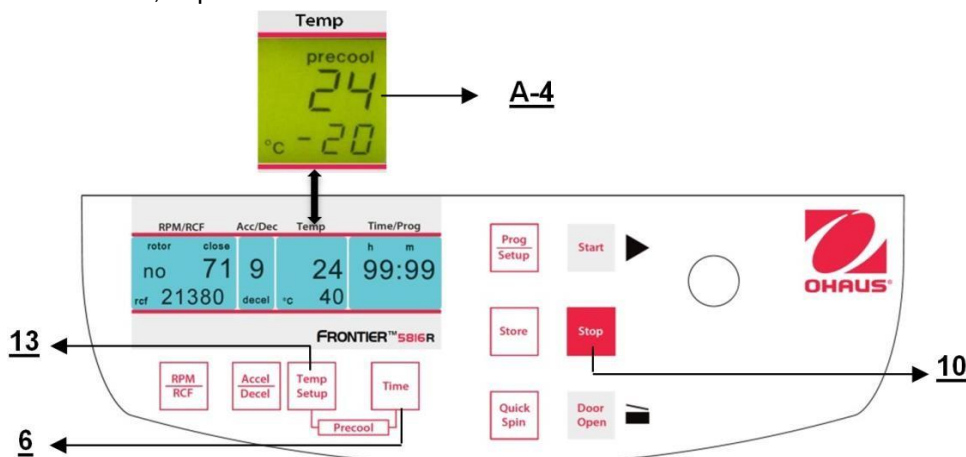

Figure. 23
Si les échantillons sont sensibles à la température, il est utile de pré-refroidir la centrifugeuse, le rotor et finalement les godets à la température requise de fonctionnement. Pour ce faire, insérer le rotor retenu et prédéfinir la température correspondante. En appuyant simultanément sur les touches "Temp/Setup" (13) (voir la figure 23) et "Time" (6), l'utilisateur démarrera une centrifugation. Pendant le fonctionnement, l'unité choisit automatiquement une vitesse de rotation équivalente à 20 % de celle autorisée du rotor inséré. Après avoir atteint la température prédéfinie, il est possible de quitter le pré-refroidissement avec la touche "Stop" (10). En fonction du rotor inséré, le pré-refroidissement dure environ de 10 à 20 minutes.
Pour adapter les données, appuyer sur la touche "**Store**" (12) (voir les figures 23 et 24) pendant 1 seconde environ. Si le programme est correctement mémorisé, le mot "**StorE**" apparaît sur l'affichage "**RPM/RCF**" (A-1). Ceci aura pour effet de faire disparaître le mot "**programm**" (M10). Aussitôt après avoir libéré la touche "**Store**" (12), le mot "programm xx" (M10) réapparaît avec xx correspondant à l'emplacement du programme choisi. Si tous les numéros de programme sont occupés, l'utilisateur peut choisir un ancien numéro qui n'est plus actuellement utile et y introduire simplement les nouveaux paramètres.